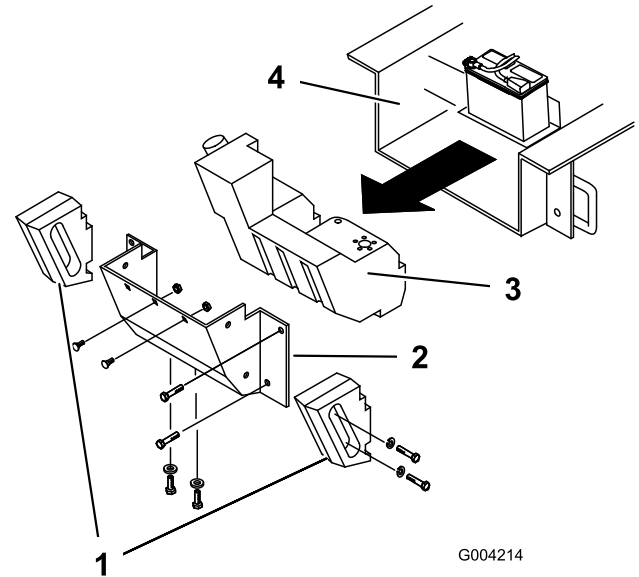

Figura 61
A intervalli regolari, aprire il cofano e controllare l'area sottostante al motore con l'aiuto di una torcia. Quando i detriti formano uno strato di 2-5 cm, completate la seguente procedura (fate riferimento a Figura 61 per l'intera procedura):
4. Rimuovete i bulloni, le rondelle e le rondelle di bloccaggio che fissano le 2 zavorre laterali e rimuovete le zavorre (Figura 61).
7. Rimuovete i 6 dadi e bulloni che fissano il pannello posteriore e rimuovete il pannello (Figura 61).
9. Fate scivolare indietro il serbatoio carburante (Figura 61).
16. Fate scorrere parzialmente il serbatoio carburante nello chassis (Figura 61).
22. Riposizionate il pannello posteriore e fissatelo con i 6 bulloni e dadi rimossi in precedenza (Figura 61).
24. Montate i pesi laterali con le rondelle, i bulloni e le rondelle di bloccaggio precedentemente rimossi (Figura 61).